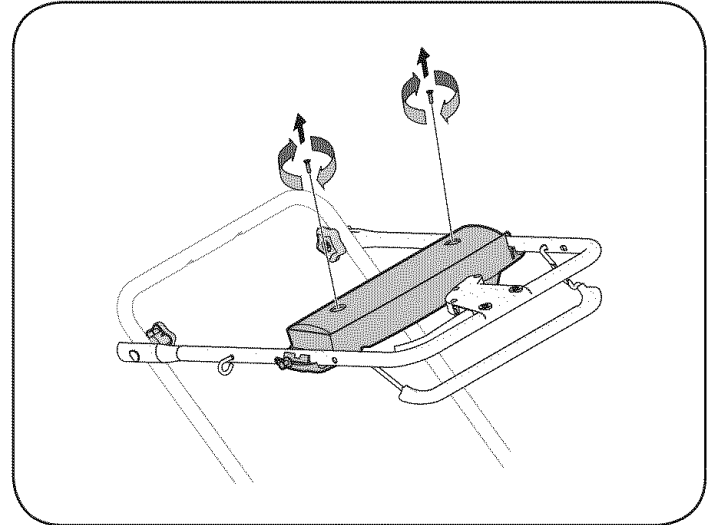

Figura 20
1. Afloje las perillas en estrella que sujetan las manijas inferior y superior y con cuidado doble la manija superior hacia la manija inferior tal como se muestra en la Figura 20.
2. Retire los dos tornillos que sujetan la cubierta de la batería al alojamiento de la batería y colóquelos al costado. Vea la Figura 20.
1. Abra la cubierta de la batería según se muestra en Cambio de batería. Vea la Figura 20.